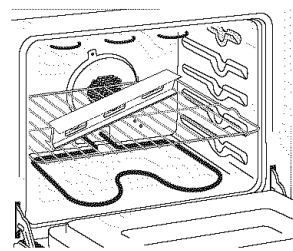

Figura 10
3. Verifique si la cocina está nivelada colocando una parrilla en el centro del horno y poniendo un nivel sobre esta (figura 10).
2. Ponga un nivel sobre la parrilla (figura 10). Tome dos lecturas con el nivel puesto diagonalmente en una dirección y después en la otra. Nivele la estufa, si es necesario, ajustando las 4 patas niveladoras con una llave de tuercas (figura 16).